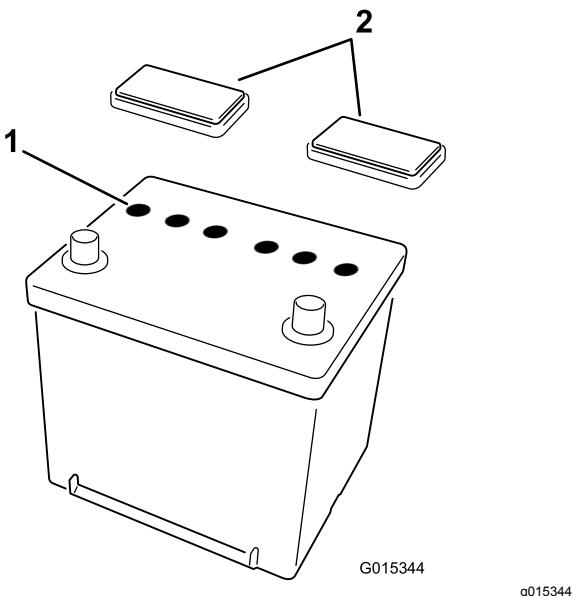

Figure 2
1. Enlevez les bouchons d'aération de la batterie (Figure 2).
3. Remettez en place les bouchons d'aération (Figure 2).